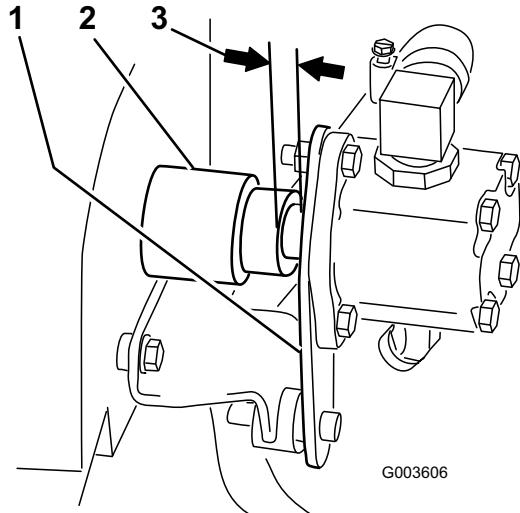

Figura 21
10. El conjunto del cubo tiene que estar totalmente asentado en el eje. Compruebe que existe un hueco entre la chapa de la bomba y el conjunto del cubo. Si no existe un hueco, el conjunto del cubo no está correctamente instalado y es necesario asentarlo correctamente (Figura 21).